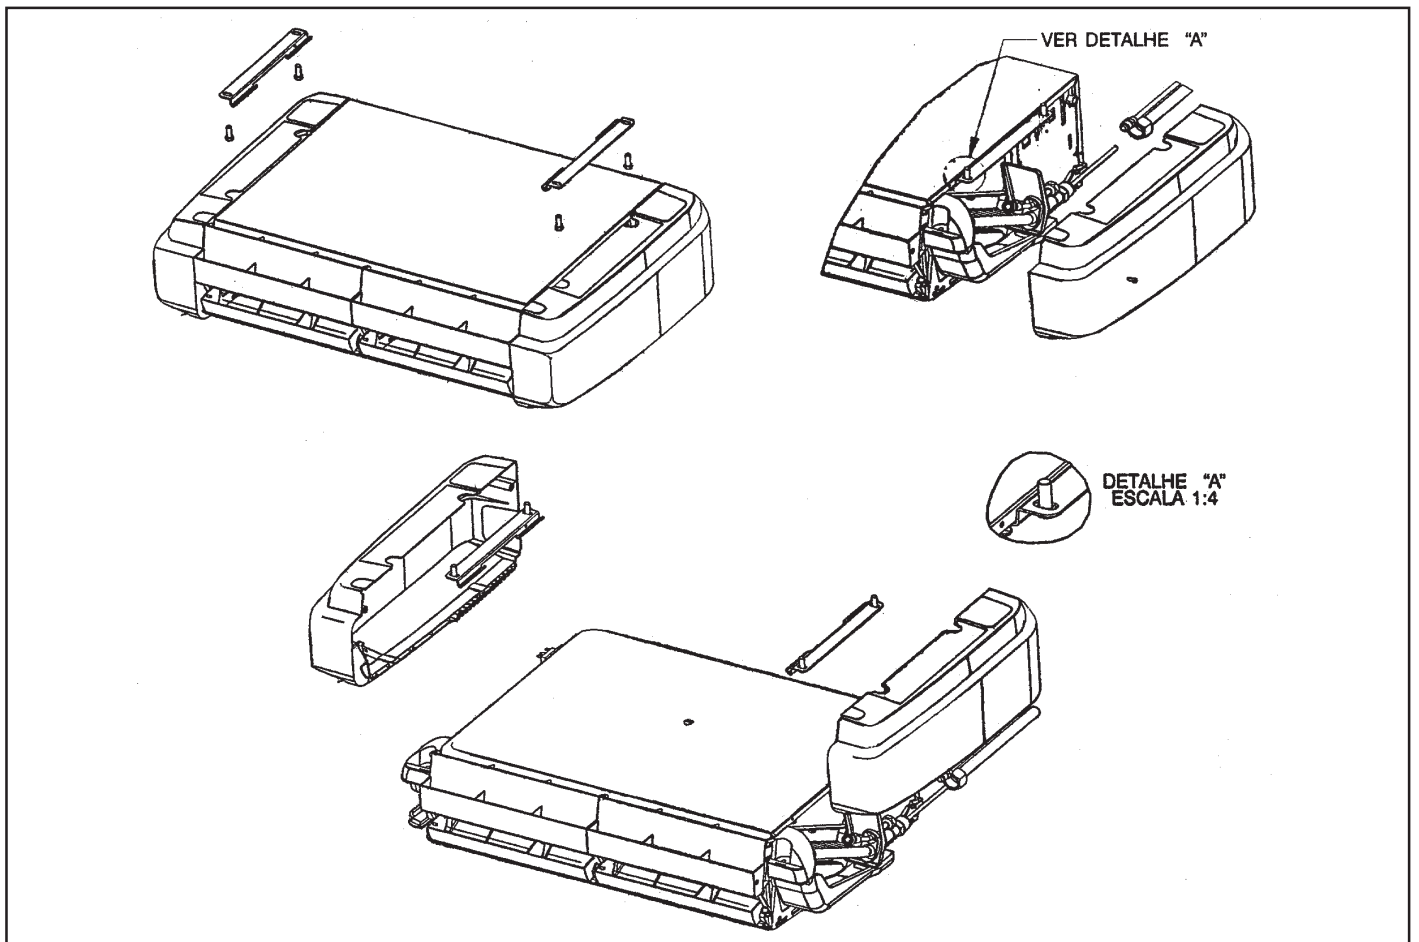

FIGURA 7 - MONTAGEM DO SUPORTE DE FIXAÇÃO \* Figura ilustrativa
- Instale os suportes de fixação (figura 7) no teto através do uso dos parafusos de montagem, porcas e arruelas.